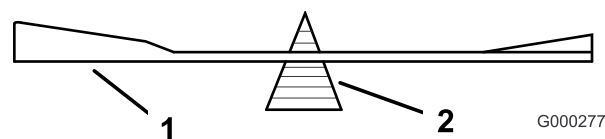

Figure 82
2. Vérifiez l'équilibre de la lame en la plaçant sur un équilibreur (Figure 82). Si la lame reste horizontale, elle est équilibrée et peut être utilisée. Si la lame est déséquilibrée, limez un peu l'extrémité de la partie relevée seulement (Figure 83). Répétez la procédure jusqu'à ce que la lame soit équilibrée.